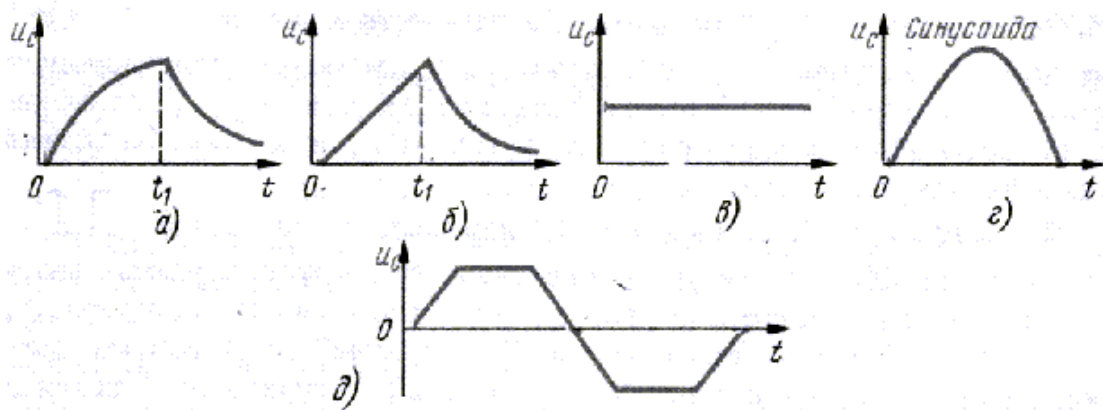

Рис.6.4
5. Нарисуйте кривую тока в конденсаторе, если напряжение имеет форму, показанную на рис.6.4.а.
6. Нарисуйте кривую тока в конденсаторе, если напряжение имеет форму, показанную на рис.6.4.б.
7. Нарисуйте кривую тока в конденсаторе, если напряжение имеет форму, показанную на рис.6.4.в.
8. Нарисуйте кривую тока в конденсаторе, если напряжение имеет форму, показанную на рис.6.4.г.
9. Нарисуйте кривую тока в конденсаторе, если напряжение имеет форму, показанную на рис.6.4.д.
12. Нарисуйте кривую напряжения на индуктивности, если ток имеет форму, показанную на рис.6.4.а.
13. Нарисуйте кривую напряжения на индуктивности, если ток имеет форму, показанную на рис.6.4.б.
14. Нарисуйте кривую напряжения на индуктивности, если ток имеет форму, показанную на рис.6.4.в.
15. Нарисуйте кривую напряжения на индуктивности, если ток имеет форму, показанную на рис.6.4.г.
16. Нарисуйте кривую напряжения на индуктивности, если ток имеет форму, показанную на рис.6.4.д.
18. Постройте кривые $i(t)$ и $u(t)/i(t)$ в R-цепи, если напряжение имеет формы, показанные на рис.6.4 а и б.
19. Постройте кривые $i(t)$ и $u(t)/i(t)$ в R-цепи, если напряжение имеет формы, показанные на рис.6.4 в, г и д.